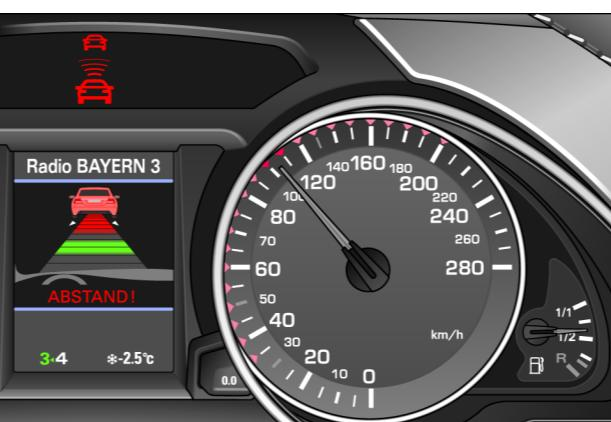

图 133 组合仪表：要求驾驶员接管驾驶
- 组合仪表显示屏上会出现一个红色的汽车标记 ⇒ 图 133。